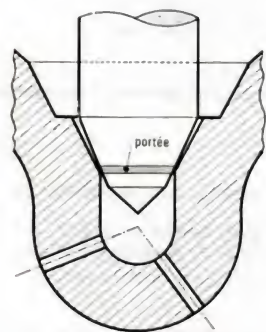

Fig. 30.
- 5° Un angle de siège **trop important** se traduit par une levée insuffisante de l'aiguille et une usure très rapide du siège (fig. 30).